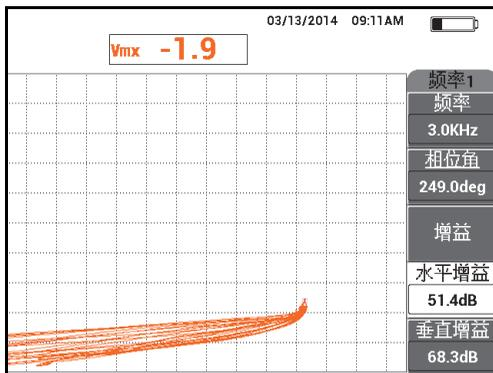

图 5-109 调节水平增益的值
17. 在位置 1 上以任意一个角度使探头偏斜，观察来自**混合**通道的提离信号，然后降低**水平增益** (功能键 D)，直到来自**混合**通道的提离信号朝向左侧 (参见第 191 页的图 5-109)。